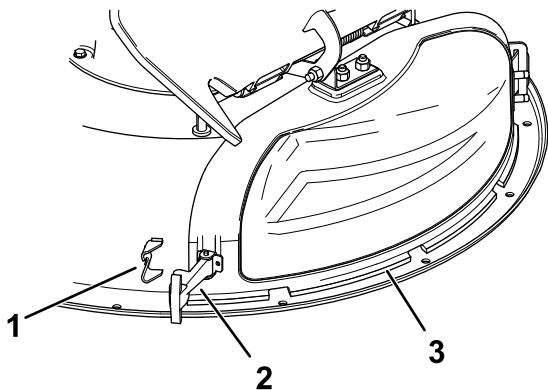

Figura 11
3. Eliberai elementul de fixare flexibil din opritorul acestuia de pe capacul de evacuare i pivotați capacul spre dreapta (Figura 11).
6. Fixai capacul de evacuare la punte prin prinderea elementului de fixare flexibil de pe capacul de evacuare în opritorul de pe punte (Figura 11).